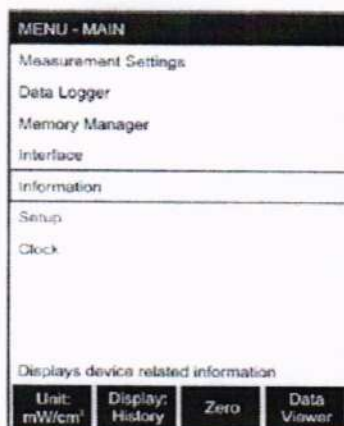

Рисунок 6 – Экран монитора ПК в меню MAIN
8.3.10 Открыть меню MAIN, нажав клавишу OK, наблюдать рисунок 6.